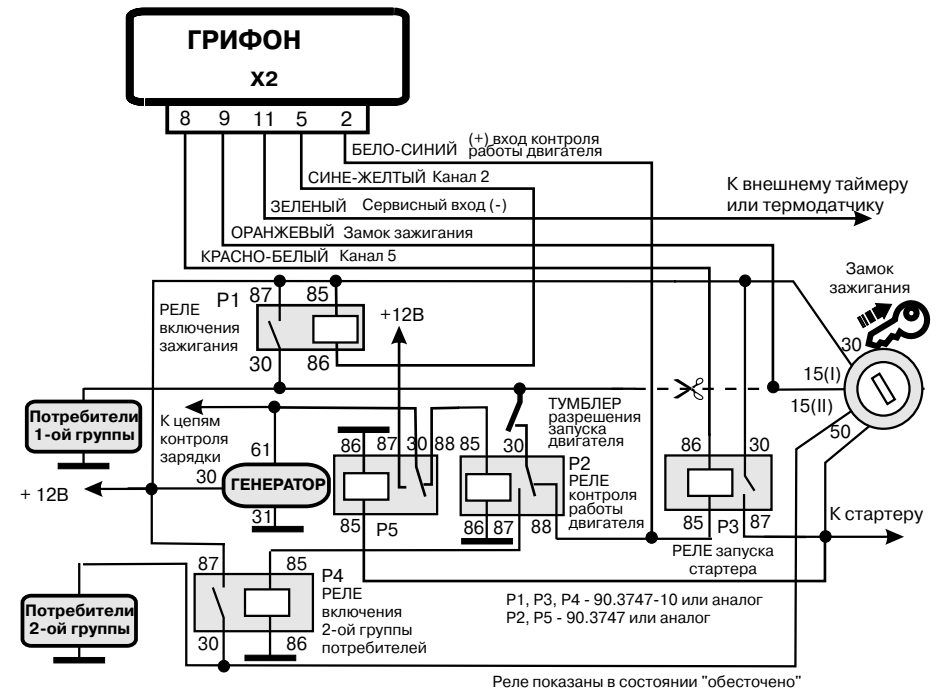

Рис. 11. Вариант схемы рис.10 для случая отсутствия возбуждения генератора на холостых оборотах
Реле подключения потребителей 2-й группы (P4) ставится при наличии в замке зажигания специального контакта 15(II) для подключения потребителей второй группы. В случае отсутствия возбуждения генератора на холостых оборотах в схему вводится реле P5 (рис.11).